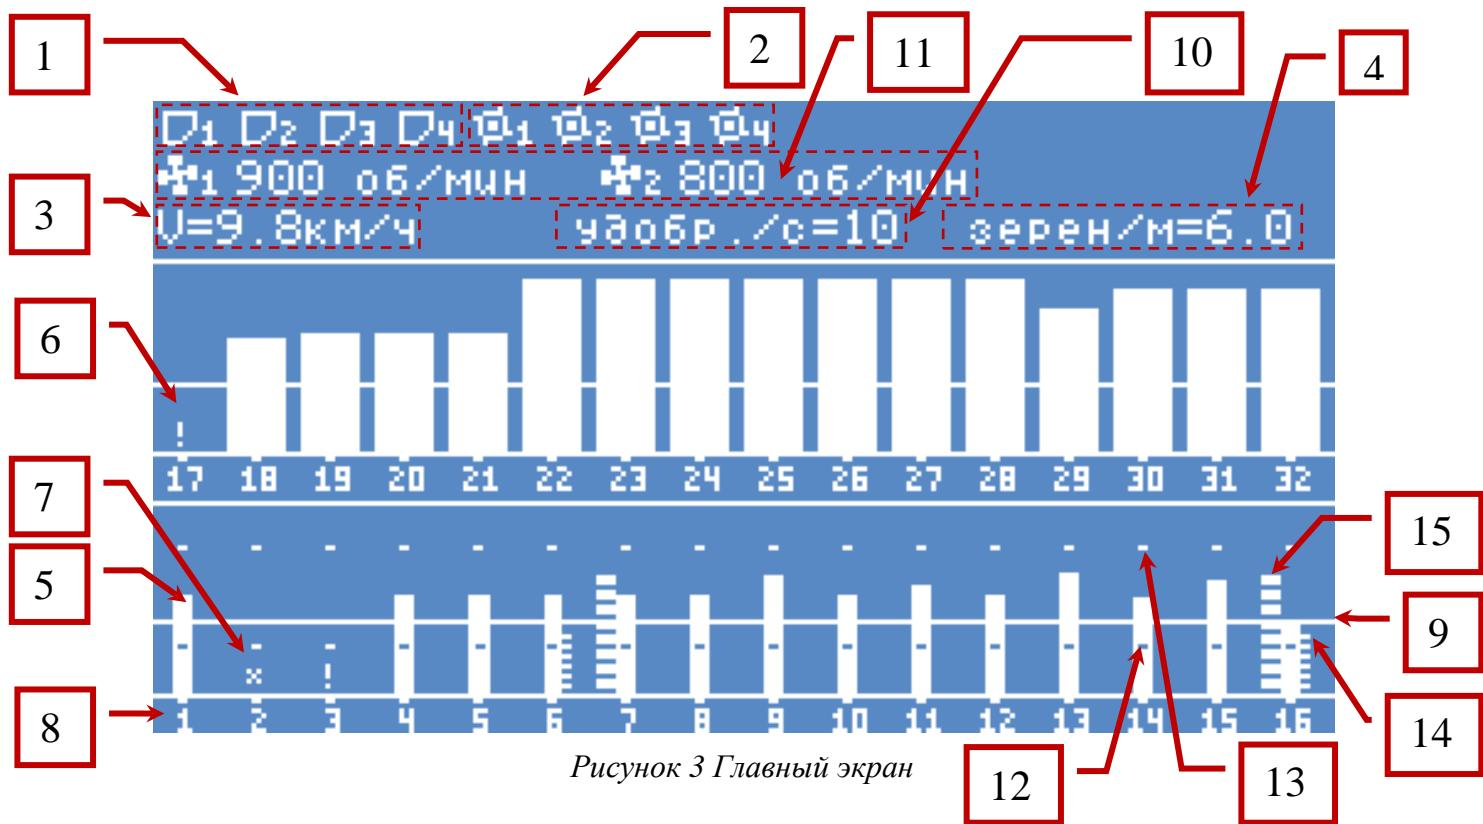

Рисунок 3 Главный экран
- Главный экран, см. «Рисунок 3».
Затем на экране отображается главный экран (см. «Рисунок 3») и система готова к работе.
На «Рисунок 3» изображен Главный экран панели оператора.
- Находясь на главном экране (см. «Рисунок 3»), нужно вызвать главное меню нажатием кнопки «Меню»;